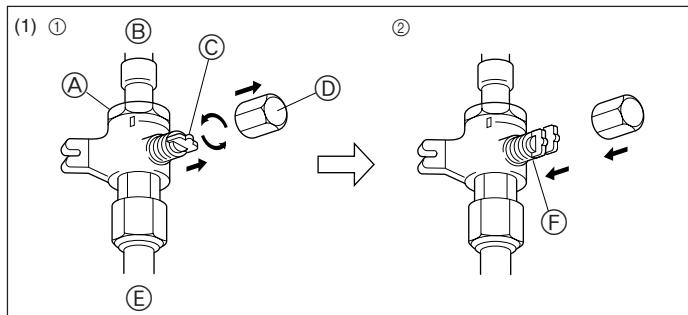
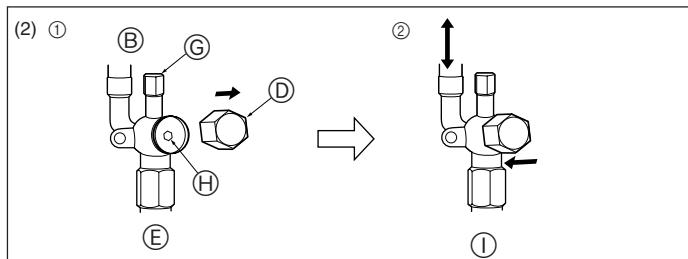

Fig. 4-4
Fig. 4-5
(1) Lato del gas (Fig. 4-4)
- ① Rimuovere il cappuccio, tirare la maniglia verso di sé e ruotare di 1/4 di giro in senso antiorario per aprire.
- ② Assicurarsi che la valvola d'arresto sia completamente aperta, spingere in dentro la maniglia e riportare il cappuccio alla posizione originale.
(2) Lato del liquido (Fig. 4-5)
- ① Togliere il cappuccio e girare fino a quando è possibile l'asta della valvola in senso antiorario utilizzando una chiave esagonale N° 4. Smettere di girare quando si urta l'otturatore.